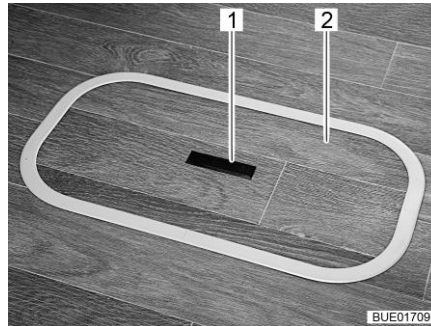
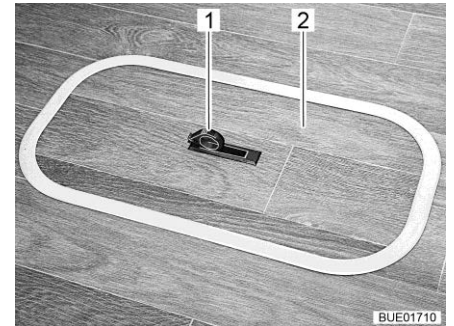

Bild 44 Lock för golvfacket (handtag sänkt)
Bild 45 Lock för golvfacket (handtag utsvängd)
- Tryck nedåt på ena sidan av gripplattan (Bild 44,1). Handtaget (Bild 45,1) svängs upp.
- Ta av locket (Bild 44,2 eller Bild 45,2) uppåt.